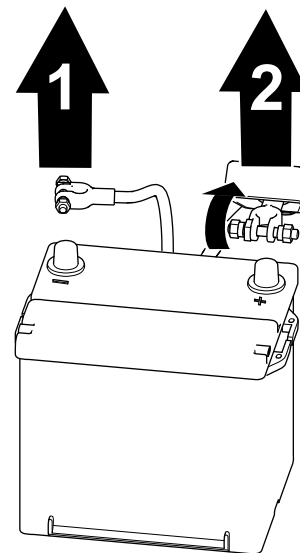

図 57
1. バッテリー端子から、マイナスケーブルを外す 図 57。
2. バッテリーのプラスケーブルについている絶縁カバーを外して、プラスケーブルをバッテリーから外す 図 57。